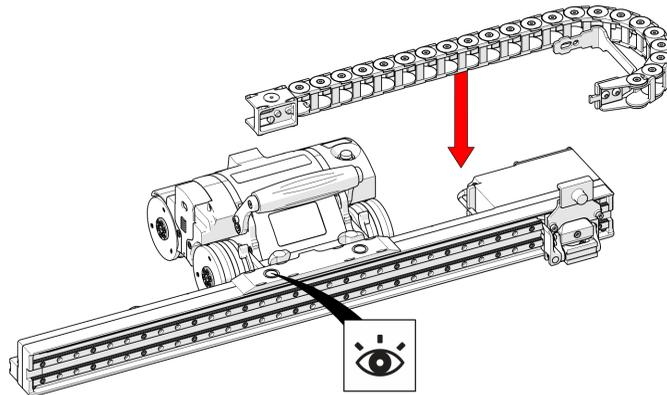

Abbildung 2-27 Anbringen des Kabelträgers
1. Befestigen Sie das Magnetende des Kabelträgers am Magnetsockel des Rasterarms. Achten Sie darauf, dass die vier Einkerbungen mit den Kerben auf der Magnetseite übereinstimmen (siehe Abbildung 2-27 auf Seite 67).